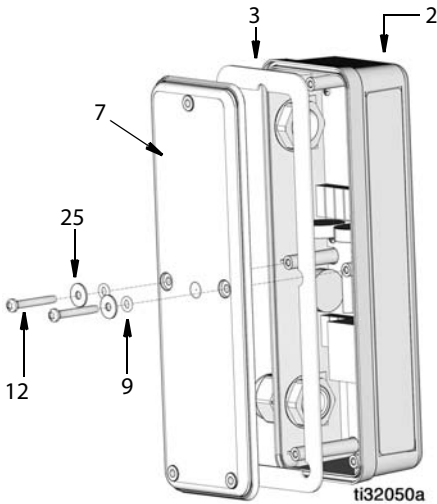

Рис. 4
- Снимите два винта (12), шайбы (25) и уплотнительное кольцо круглого сечения (9) с крышки регулятора (7) и снимите крышку и уплотнение (3) с корпуса электроники регулятора (2) (Рис. 4).